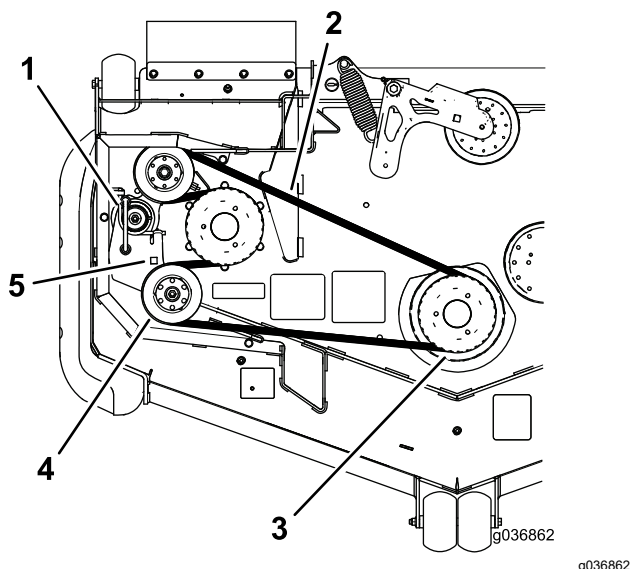

Figure 96
7. Insérez un rochet dans le trou carré du bras de la poulie de tension pour détendre le ressort de la poulie de tension (Figure 96).
8. Enlevez la courroie de la poulie du tablier de coupe (Figure 96).
9. Enlevez la courroie des poulies restantes (Figure 96).
11. Insérez le rochet dans le trou carré, détendez le ressort et guidez la courroie neuve autour de la poulie de tension (Figure 96).